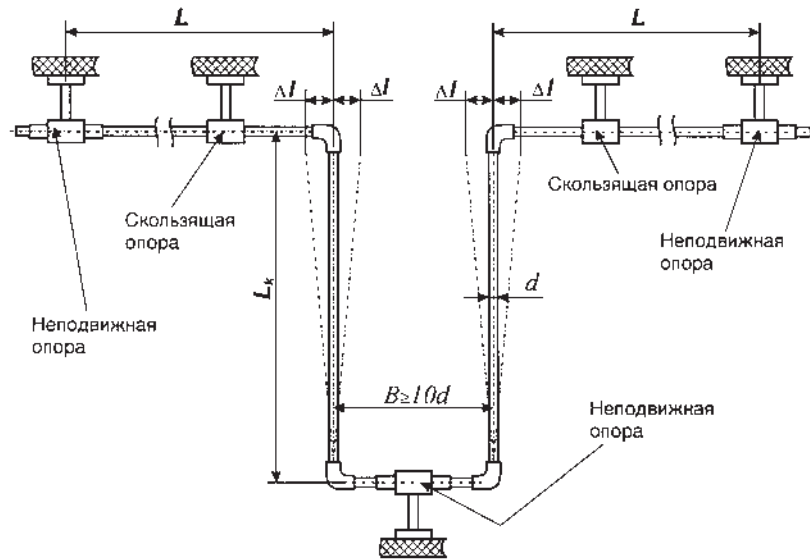

Рис. 2: П-образный метод компенсации
- ▣ с помощью П-образных компенсаторов (рис.2)